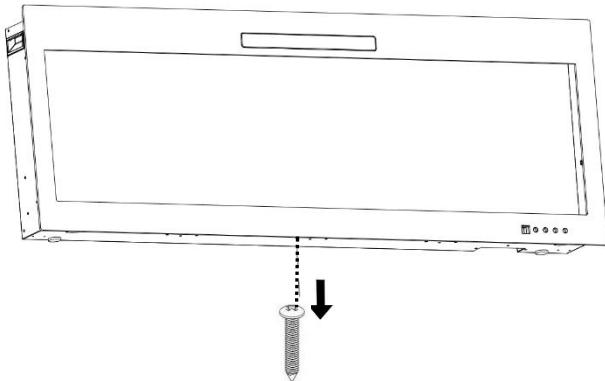

Abbildung 4-1
A. Entfernen Sie die silberne Schraube an der Unterseite des Geräts. (**Abb. 4-1**). Legen Sie die Schraube beiseite.